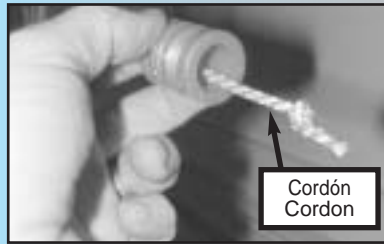

Fig. 1-17
- Resbale el cordón a través del centro de la perilla [18]. **Fig. 1-17.**
- Faire glisser le cordon par le centre de l'extrémité du cordon [18]. **Fig. 1-17.**